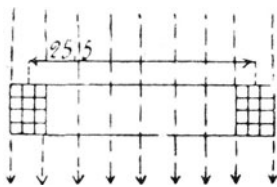

Fig. 66.
beträgt. Dieselbe wird vertikal so aufgestellt, daß die Ebene der Windungen von Osten nach Westen zeigt. Welche Elektrizitätsmenge wird in dem geschlossenen Stromkreise von 20 [40] (60)  $\Omega$  Widerstand bei einer Drehung der Spule um  $180^\circ$  erzeugt, wenn die Horizontalkomponente  $H$  des Erdmagnetismus für den Aufstellungsort den Wert 0,2 [0,193] (0,19) Gauß besitzt? (Fig. 66.)